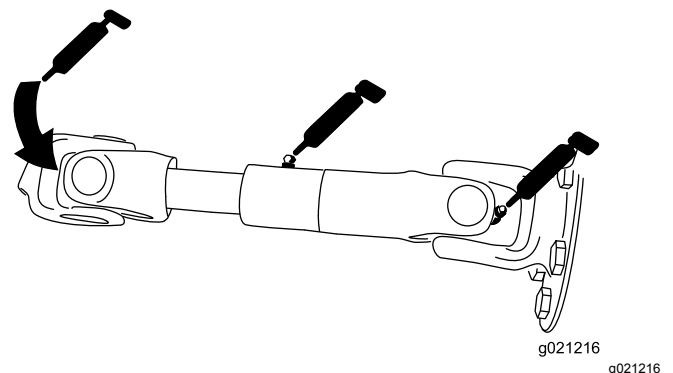

Figure 64
- Arbre d'entraînement de pompe (3) (Figure 64)